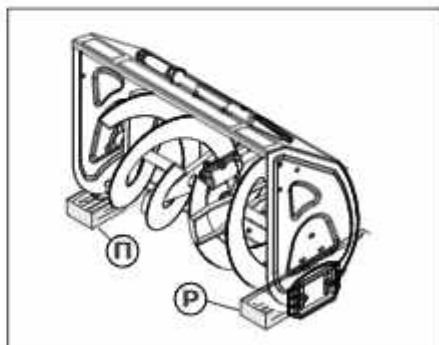

Рис. 34
5. Под каждый конец скребка поместите деревянный брусок (рис.34, поз. П и Р), толщина которого будет такой же, как и нужная высота зазора.